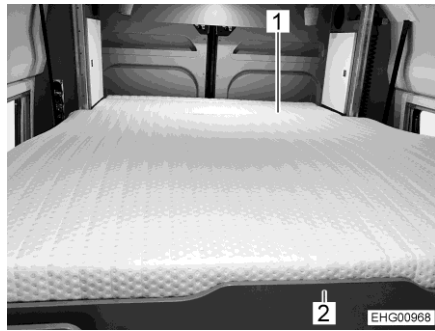

Fig. 68 Letto basculante
- Tenere il letto basculante sul frontale (Fig. 68,2) e abbassarlo fino a creare un piano con la base fissa (Fig. 68,1) in coda. In alternativa, abbassare il letto basculante fino a un'altra posizione desiderata.